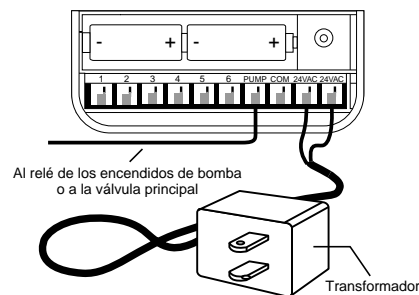

FIGURA 20: Conexión del encendido de la bomba, de la válvula principal y del transformador
- Conecte el transformador [Vea la figura 20].